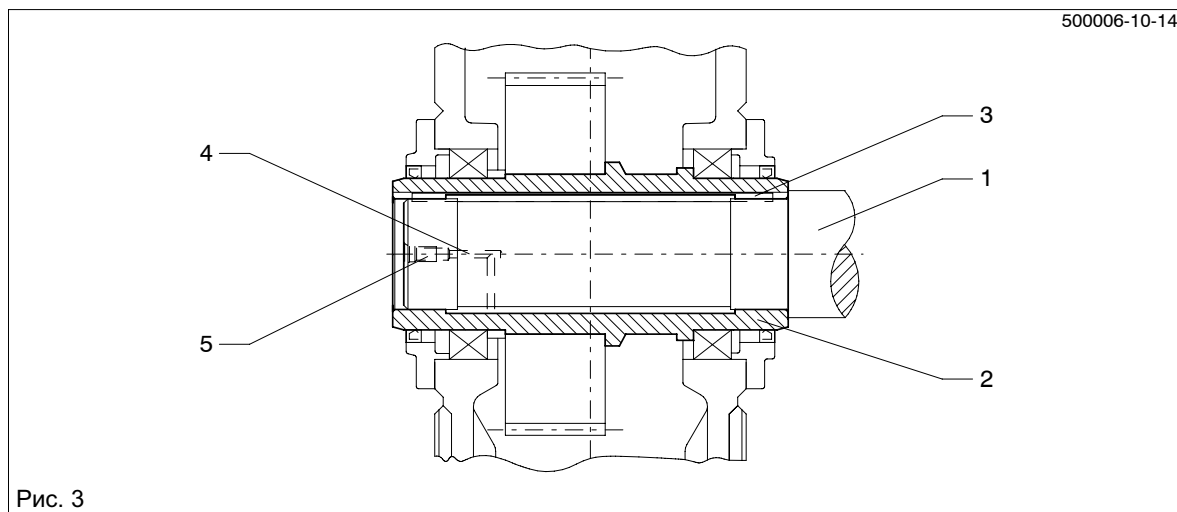

Рис. 3
Для облегчения демонтажа (смотри также пункт 6.4.3), мы рекомендуем, на конце вала рабочей машины предусмотреть разъем для подключения масла под давлением. Для этого необходимо просверлить отверстие, которое должно выходить в расширение полого вала (смотри Рис. 3).
- При образовании ржавчины на посадочных плоскостях для облегчения снятия передачи насосом закачать под давлением растворитель ржавчины в пустое пространство сверленного отверстия, чтобы он попал на посадочное место. Нанесение растворителя ржавчины можно проводить через сверление в машинном валу (смотри Рис. 3).